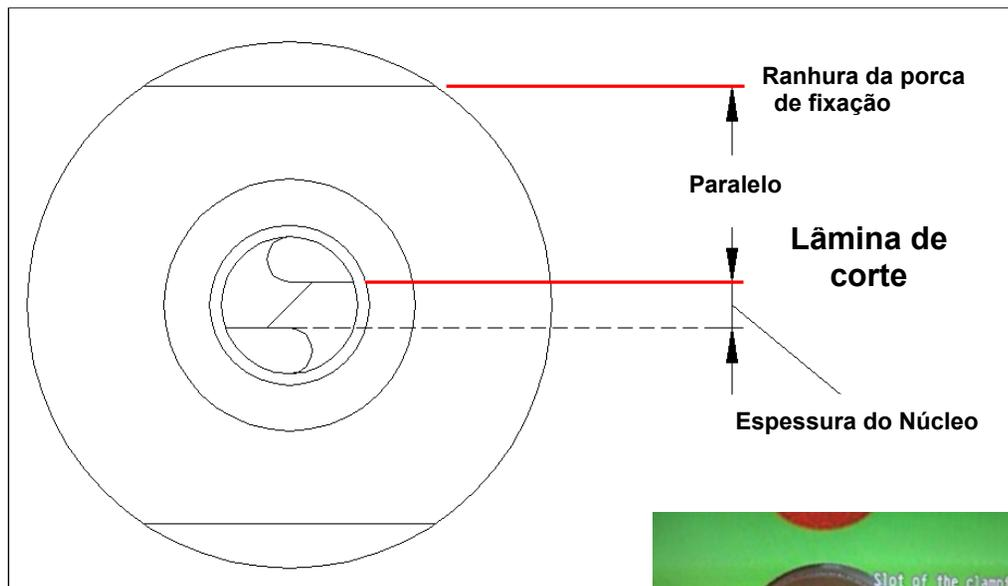
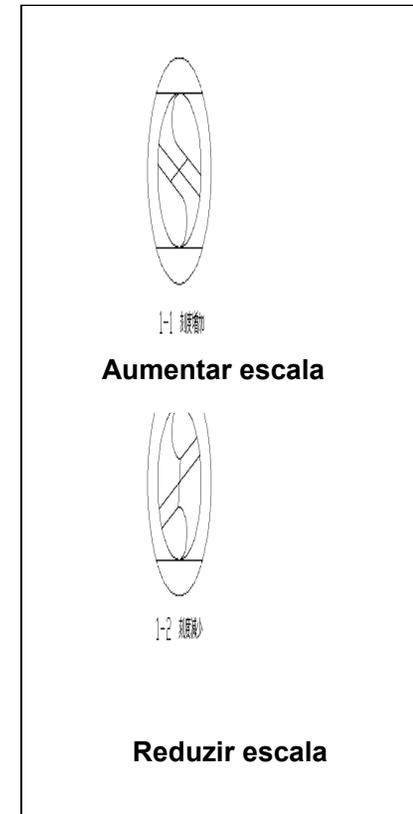

Figura 4-5
Figura 4-6
2. Ajuste: Posicione a escala conforme o número de diâmetro da broca. Se o comprimento da broca for mais curto, aumente a escala até que a lâmina de corte esteja paralela à ranhura da porca de fixação conforme mostra o desenho. (Figura 4-5)
※ Retire o conjunto de fixação, e certifique-se de que a lâmina de corte esteja paralela à ranhura da porca de fixação (Veja Figura 4-5). Se não estiver, reajuste decidindo se deve aumentar ou reduzir o número na escala (Veja Figura 4-6).